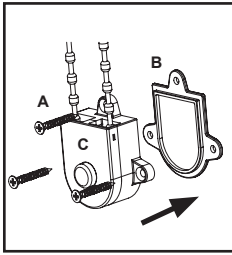

Figure 6
Pour installer le dispositif de tension de la chaîne (A), placez-le sur une surface plane (châssis de fenêtre, mur, etc.) afin que la chaîne et le dispositif de tension ne nuisent pas à l'enroulement ou au déroulement du store. La chaîne doit être raide, mais vous devez pouvoir l'actionner (figure 6). NE LAISSEZ AUCUN JEU DANS LA CHAÎNE. NE TORDEZ PAS. NE CROISEZ PAS ET N'INCLINEZ PAS LA CHAÎNE. VOUS NE POURREZ PAS ACTIONNER LA CHAÎNE SI ELLE N'EST PAS INSTALLÉE CORRECTEMENT.